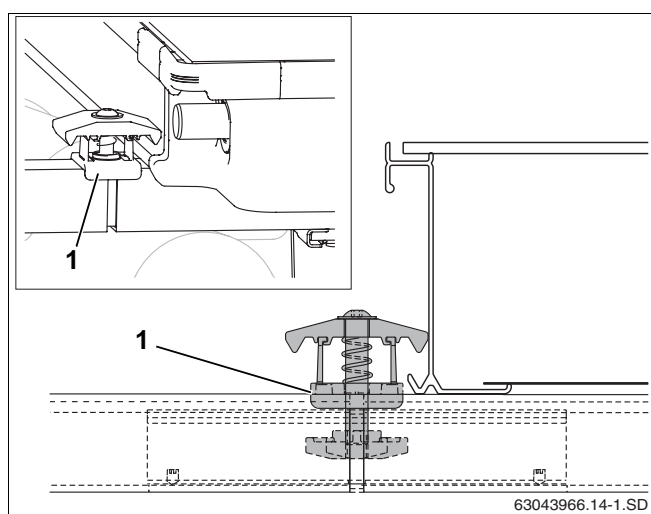

Bild 44 Montera dubbelsidig panelklämma
- ▶ Lägg den dubbelsidiga panelklämman med muttern framåt i profilskenans och insticksanslutningens öppning så att plastdistansfliken (bild 44, **pos. 1**) omsluter profilskenan.